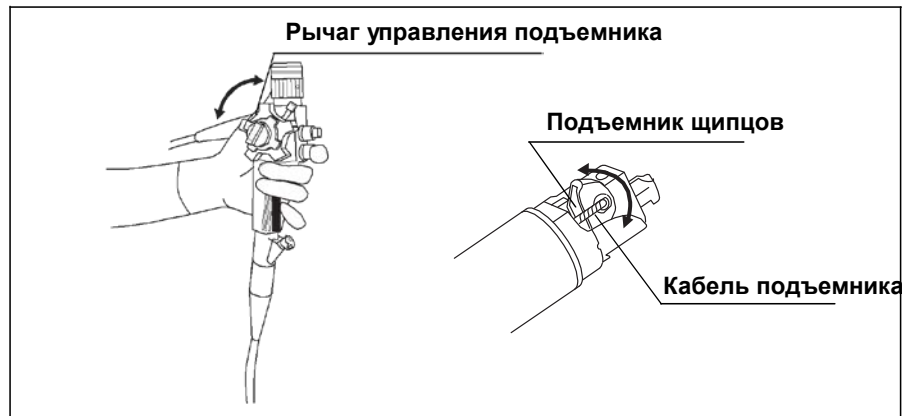

Рис. 3.5
1. Медленно поверните рычаг управления подъемником в направлении окулярного отдела. Убедитесь визуально, что часть кабеля подъемника, выходящая с дистального конца вводящей трубки, не сломана и не изогнута (см.Рис. 3.5).
2. Проверив подъемник щипцов на дистальном конце вводящей трубки, медленно поверните рычаг управления подъемником до отдела держателя. Убедитесь, что рычаг плавно движется и что подъемник щипцов плавно поднимается. Также убедитесь, что подъемник щипцов остается неподвижным, когда его пытаются сдвинуть сзади, удерживая рычаг управления подъемников (см.Рис. 3.5).
3. Медленно поверните рычаг управления подъемником до конца в направлении окулярного отдела. Убедитесь, что рычаг движется плавно и что подъемник щипцов медленно опускается (см.Рис. 3.5).